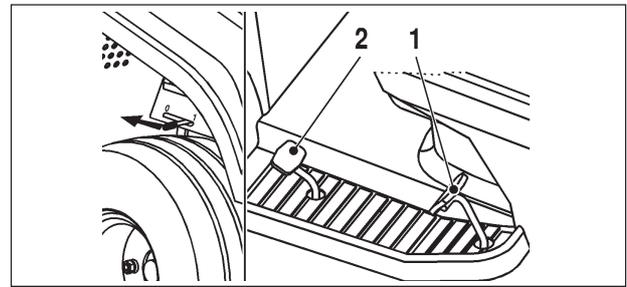

Fig. 15
Le tracteur est équipé d'une transmission hydrostatique, ce qui permet de régler la vitesse de marche avant et marche arrière avec les pédales (Fig. 15).
MARCHÉ ARRIÈRE (FIG. 15)
Appuyer doucement sur la pédale de marche arrière (Fig. 15, pos. 2).